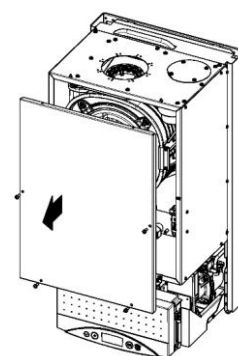

fig. 2.
5. Smonta il guscio frontale della camera di combustione (fig. 2)